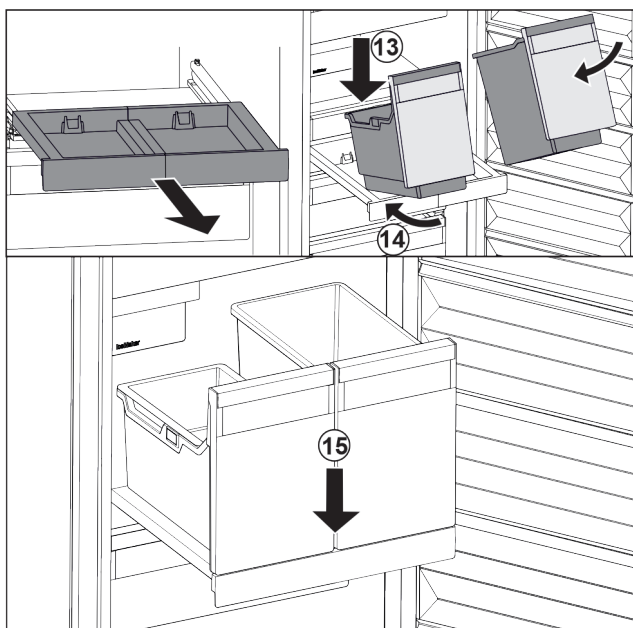

Fig. 86
- ▶ Nasadte nádobu šikmo na vysouvací desku. Fig. 86 (13)
- ▶ Zasuňte nádobu šikmo dozadu. Fig. 86 (14)
- ▶ Usadte vpředu nádobu. Fig. 86 (15)